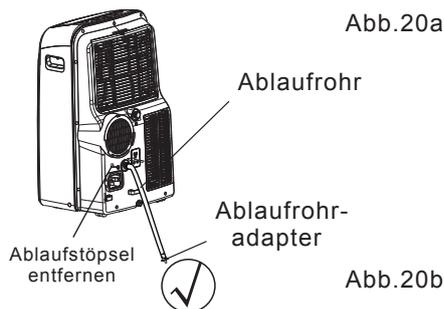

Abb. 20b
- Im Wärmepumpe-Modus entfernen Sie den Kondensatablaufstöpsel an der Rückseite des Geräts. Schließen Sie das Anschlussstück (5/8" Anschluss, Innengewinde) an den Schlauch 3/4". Bei Modellen ohne Anschlussstück schließen Sie den Ablaufschlauch direkt an die Öffnung an. Legen Sie das offene Ende des Schlauchs direkt über einem Ablauf Ihres Fußbodens (Abb. 20b).